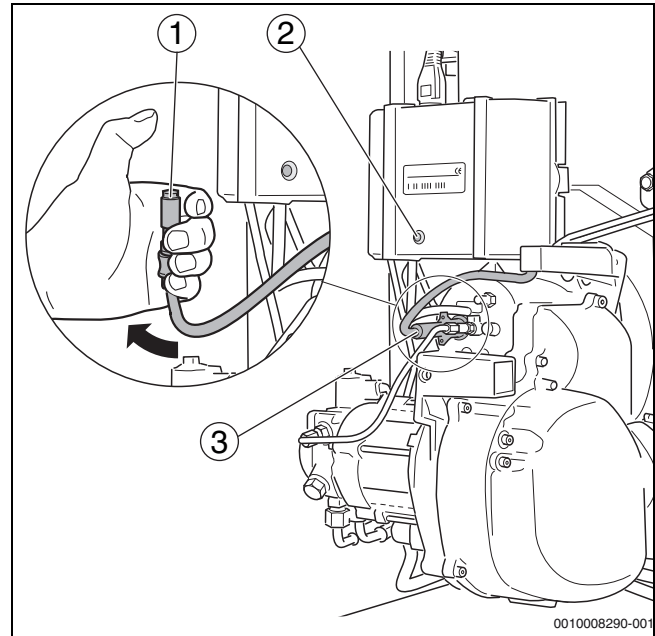

Bild 42 Flammenfühler auf Funktion prüfen
- Flammenfühler bei laufendem Brenner am vorgesehenen Griff aus der Halterung ziehen (→Bild 42, [3])
- Flammenfühler mit Daumen abdecken(→Bild 42, [1]). Es muss nach Wiederanlauf eine Störabschaltung erfolgen.
- Nach einer Wartezeit von ca. 30 Sekunden den Feuerungsautomat durch Drücken der Reset-Taste (→Bild 42, [2]) oder der Reset-Taste am Regelgerät entriegeln.